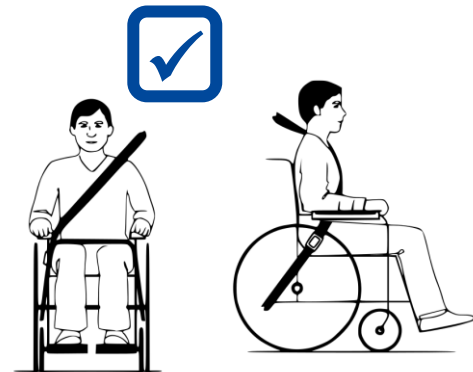

Figura 4 Cinturón de retención bien abrochado
7. Asegurarse de que los cinturones de retención del hombro se ajusten sobre los hombros, véase figura 4.